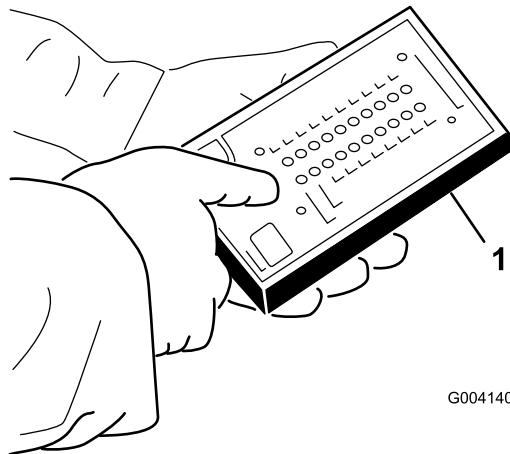

Figura 28
5. Collegate il connettore del display Diagnostic ACE al connettore del cablaggio preassemblato (Figura 28).